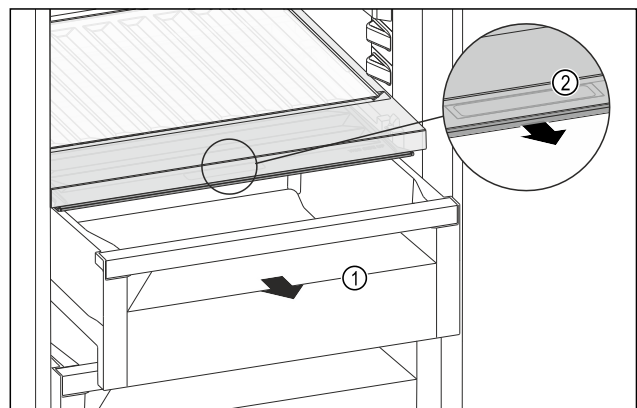

Fig. 149
- ▶ Schubfach Fig. 149 (1) herausziehen.
- ▶ Griffmulde Fig. 149 (2) am Fachdeckel anfassen und Fachdeckel gleichzeitig nach vorne ziehen.